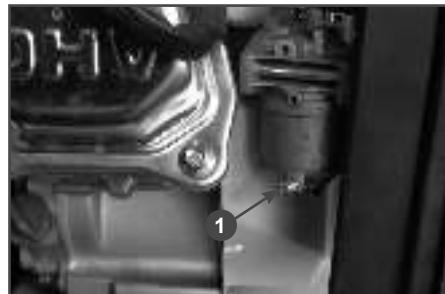

Рис. 24 Обслуживание фильтра-
2. Выкрутите винт 1 сливного отверстия на 2-3 оборота и слейте топливо из поплавковой камеры карбюратора (Рис. 24).